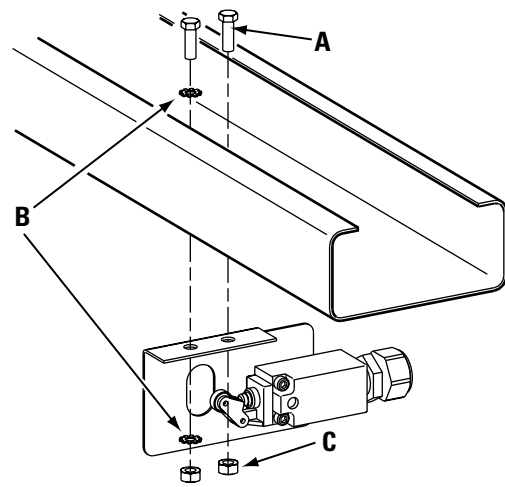

Fig. 9
Montare l'intero gruppo interruttore verso la colonna del gruppo generatore, mediante (2) viti cilindriche a testa esagonale da 1/4"-20NC x 3/4", dadi da 1/4"-20NC e rondelle a stella da 1/4", fig. 9. Per i ponti sollevatori ad ingombro ridotto e per ponti di sollevamento da 3m, cfr. il passo 9b, per tutti gli altri ponti di sollevamento vedere al passo 10.
Dettaglio fig. 9